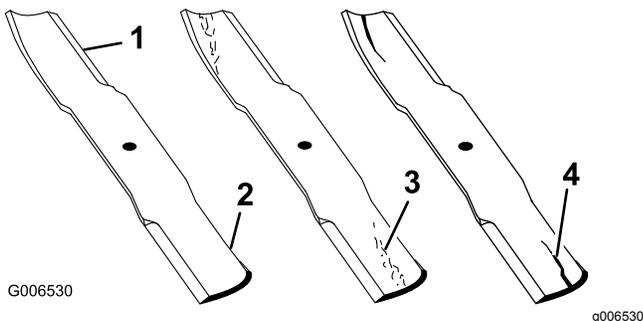

図 66
1. 刃先を点検する 図 66。
4. 破損、磨耗、割れの発生などがあれば、直ちに新しいブレードに交換する 図 66。